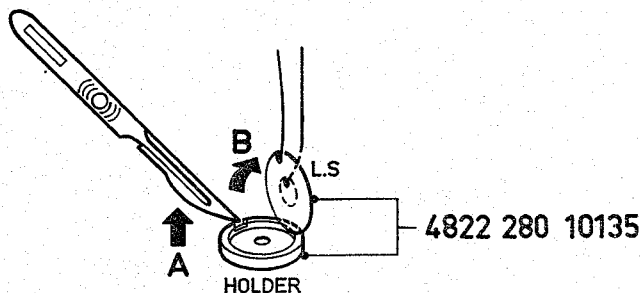

Fig. 1
- Take the piezo element out of its housing in a manner similar to the one shown in Fig. 1.
- Extraire le piézo-élément de son cadre comme indiqué à la fig. 1.
- Togliere l'elemento piezo dal contenitore come riportato in fig. 1.
- Neem het piezo-elementje uit zijn behuizing op een soortgelijke manier als aangegeven in fig. 1.
- In ähnlicher Weise wie in Bild 1 gezeigt ist das piezoelektrische Element seinem Gehäuse zu entnehmen.